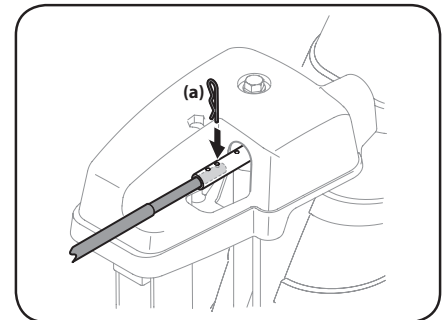

Figura 2-43
6. Oprima la varilla de control del canal hacia el panel de control hasta que el orificio de la varilla quede alineado con el orificio del medio de la entrada del control del canal e inserte el pasador de chaveta (a) que extrajo en el Paso 1. Consulte Figura 2-43.